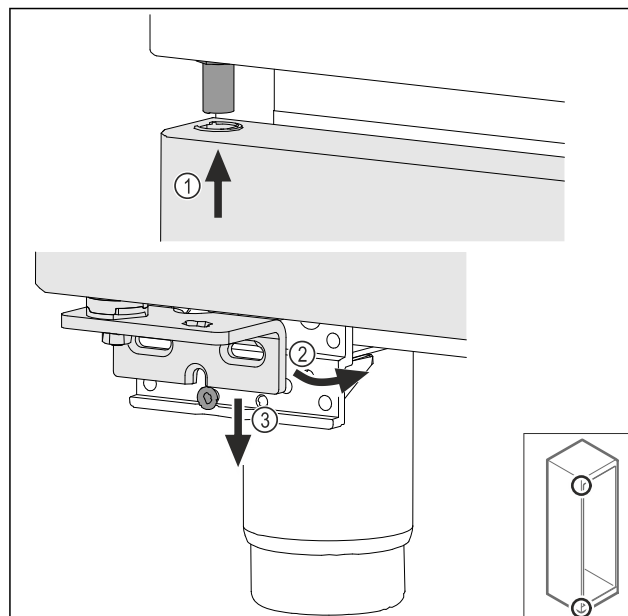

Fig. 70
- Inserire la porta leggermente inclinata in alto Fig. 70 (1),addrizzare la porta Fig. 70 (2) e posizionarla in basso sulla vite del blocco di supporto Fig. 70 (3).